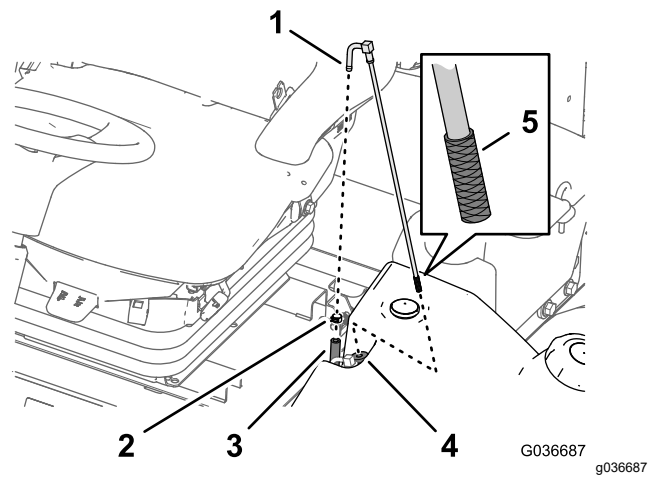

Figure 46
1. Retirez le collier qui fixe le flexible de carburant au raccord du tube d'aspiration (Figure 46).
2. Débranchez le flexible du raccord (Figure 46).
3. Soulevez et déposez le tube d'aspiration du réservoir de carburant (Figure 46).
4. Nettoyez les débris éventuellement présents sur la crépine au bout du tube d'aspiration de carburant (Figure 46).
5. Insérez le tube d'aspiration dans la bague de caoutchouc et dans le réservoir de carburant (Figure 46).